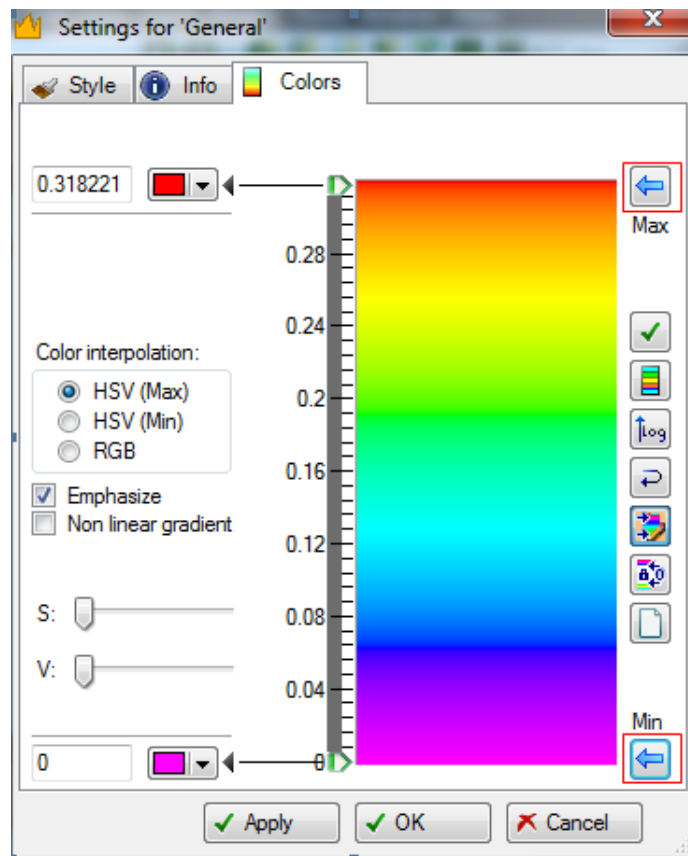

Рис.15.4.
Отредактируйте цветовую схему изображения. Для этого нажмите правой клавишей мыши на **KP(U)** и выберите **Edit global color table**. В открывшемся диалоговом окне (рис.15.4) можно откалибровать цветовую схему по максимальному и минимальному значению пористости, нажав на стрелочки около **Min** и **Max**. Нажмите ОК. Чтобы сама цветовая палитра была отображена в 3D окне, нажмите на иконку  .
4) Откалибруйте цветовую схему отображения по минимальному и максимальному значению проницаемости (см. **рис.15.4**).